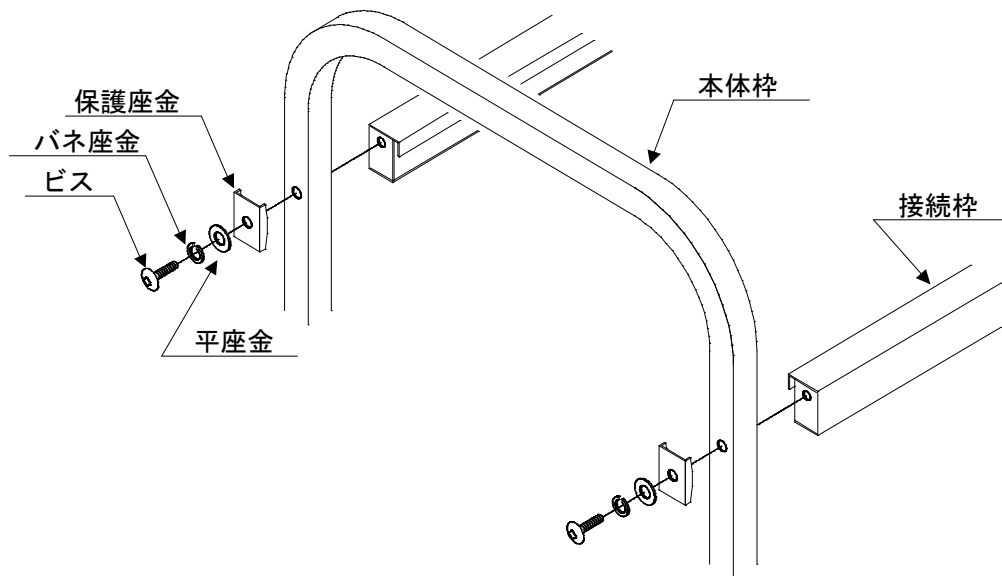

図 1
1. 本体枠の穴に保護座金をあて、図1のように平座金、バネ座金、ビスの順に差し込んでください。
2. 接続枠の両端にある M6 の穴を1で差し込んだビスの位置に合わせて、軽く締め付けます。(図1 参照)